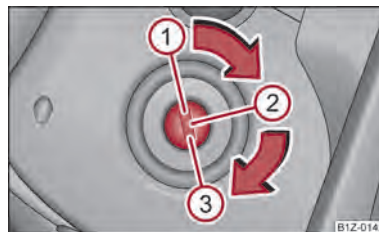

Fig. 99 Positions de l'antivol de direction
– Coupez le moteur en tournant la clé de contact sur la position ① → fig. 99 ▶